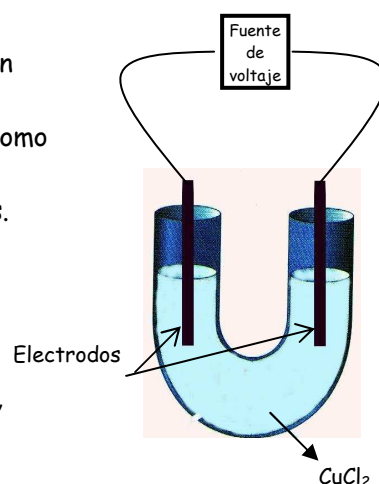

Figura 2
- Introducir electrodos de grafito y conectarlos a la fuente como indica la *Figura 2*.